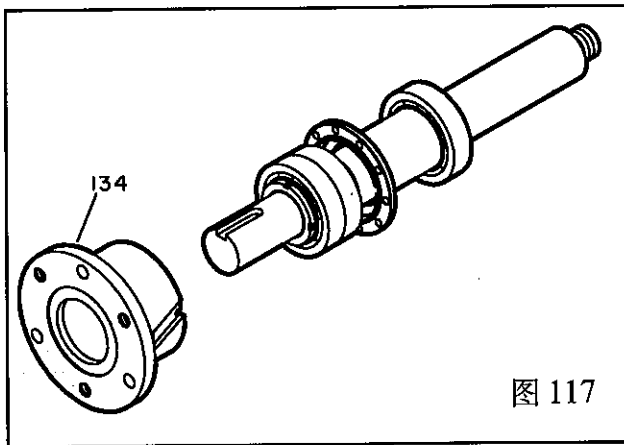

图 117
10. 将轴承座(134) 安装到轴与轴承组件上。(图 117)